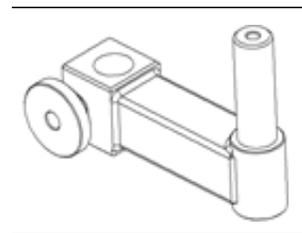

Рис. 3-3. ПОВОРОТНЫЙ ПАТРОН
3. Если используется поворотный патрон (А-1023; см. рис. 3-3), установите его на крепежную штангу.